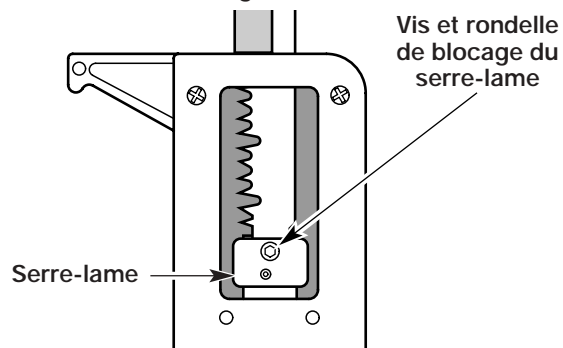

Fig. 2
3. Installez le serre-lame sur la lame et l'axe. Posez la vis avec la rondelle de blocage et serrez-la bien avec la clé Allen (fig. 2).
3. Tenez fermement l'accessoire et enfoncez-le tout droit dans le coupleur (Fig. 2).